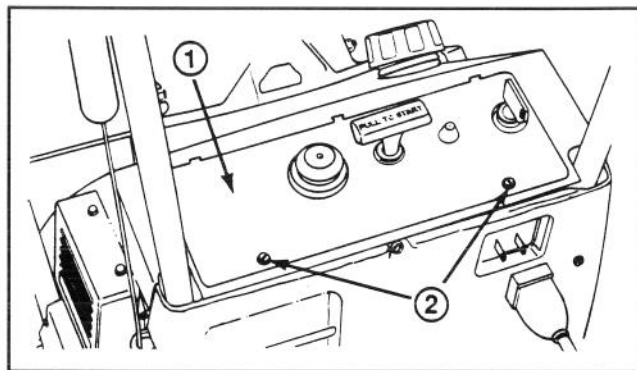

Figure 15
## REPLACEMENT DE LA BOUGIE (Fig. 15, 16, et 17)
1. **ENLEVEMENT DU TABLEAU DE COMMANDE** (Fig. 15)—Retirez les deux (2) vis de fixation du panneau de commande au carter. Enlevez la clé d'allumage et soulevez le tableau, le laissant pendre sur la corde de rappel.